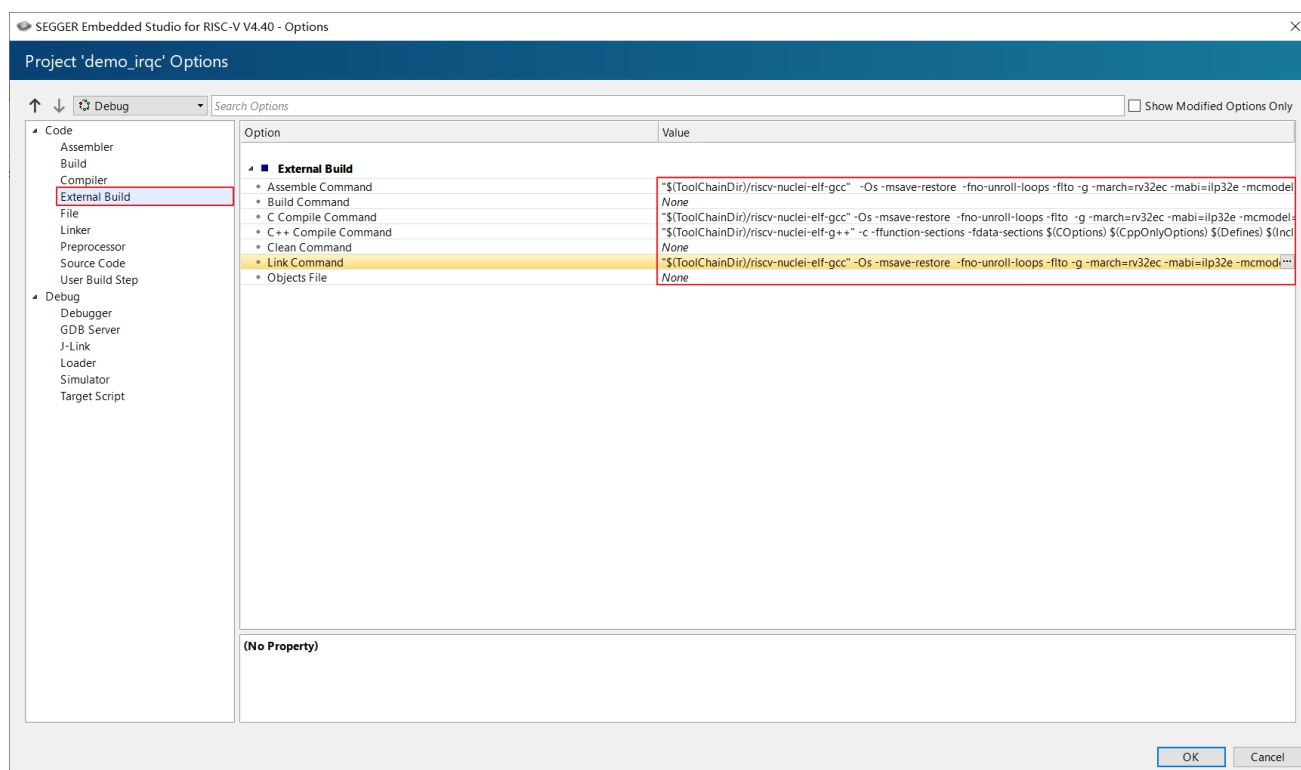

图 2-16 修改编译连接指令
- 修改编译指令，如图 2-16，根据工程的实际需要，在 External Build 栏目下填入工程的 GCC 编译和链接指令。